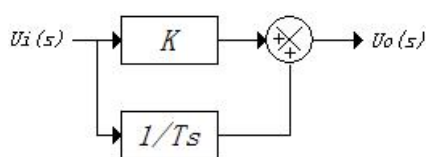
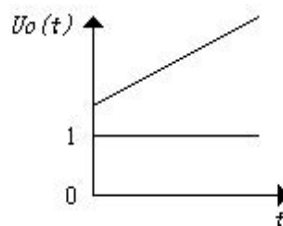
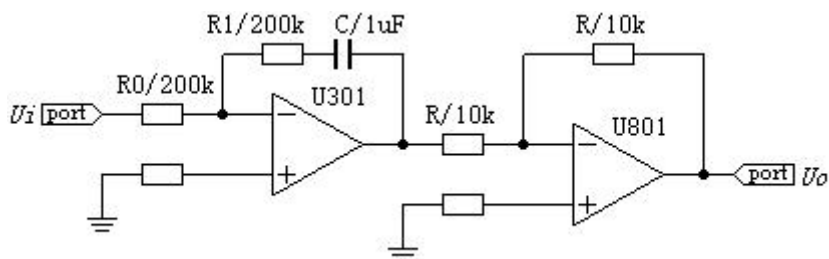

图 1-7
图 1-8
图 1-9
方块图、模拟电路和阶跃响应，分别如图 1-7、图 1-8 和图 1-9 所示，于是 $K = \frac{R_1}{R_0}$ ，
1、利用 3#模块和 8A#（或 8B#）模块搭建图 1-9 所需的电路。其中， U_i 输入阶跃信号， U_o 为输出信号。输入信号（ U_i ）连接实验电路板的下方【模拟信号输入】区域的 AI 1 接线柱，输出信号（ U_o ）连接实验电路板的下方【模拟信号输入】区域的 AI 2 接线柱。